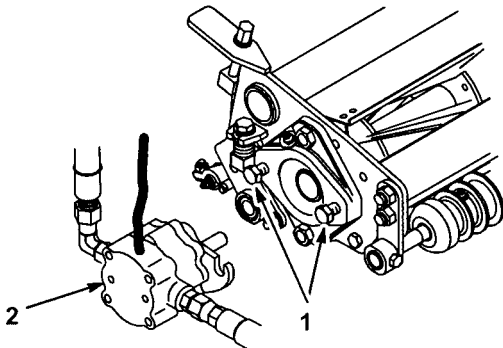

図 14
ネジ山を13 mm程度突き出させておく（図14）。
10. リールモータのシャフトのスプライン部にグリスを塗布し、モータを時計方向にひねってスタッドを一回かわし、逆にひねってモータのフランジをスタッドに結合させ、固定ネジを締める（図14）。